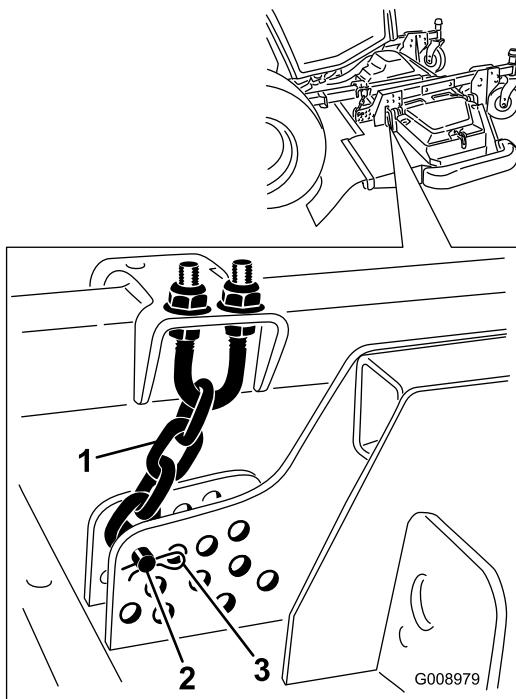

図 25
5. 刈高チェーンをカッティングユニット後部に固定しているヘアピンコッターとクレビスピンを取り外す(図 25)。